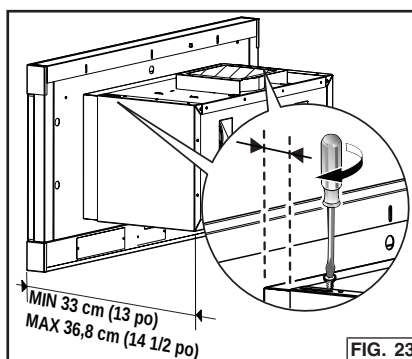

FIG. 23
1. Desserrez (2) vis sur le dessus du logement de la hotte. Fig. 23
3. Resserrez (2) vis sur le dessus de la hotte.